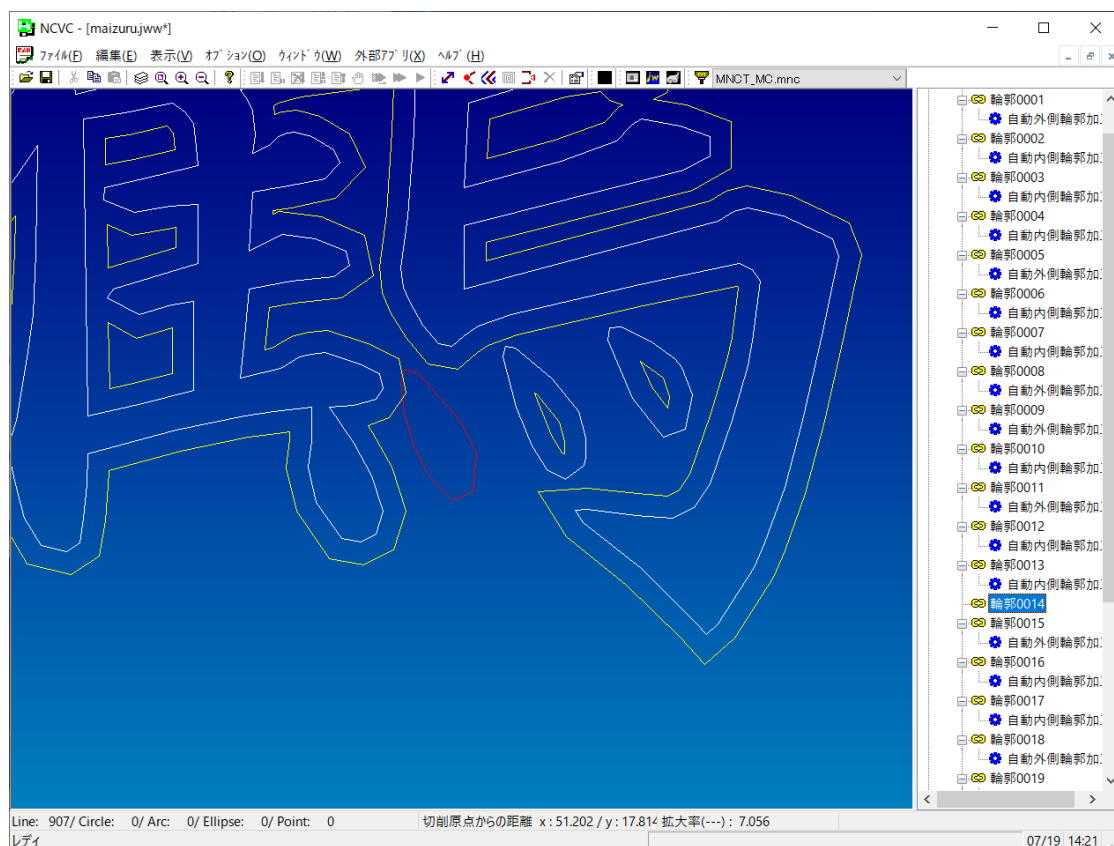

図 3.2 自動で生成された輪郭オブジェクトを削除
2) **TAB** キーを押すと右側のツリーにフォーカスが移動します。図形が選択されていると、その図形集合が反転表示されますので、下矢印キーを押し、輪郭集合が選択された状態で **DEL** キーを押してください。図 3.2 のように輪郭オブジェクトが削除されました。